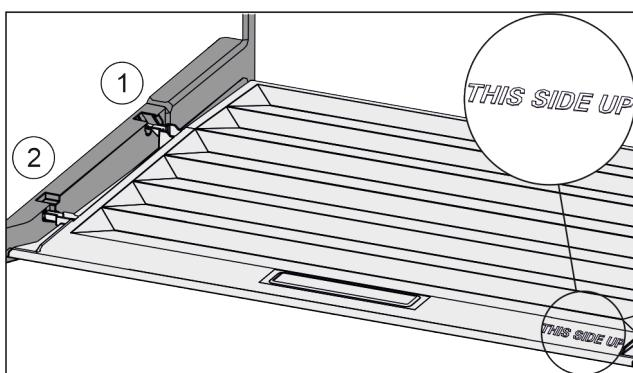

Fig. 55
- Výstupky veka zavedte cez otvor zadného držiaka Fig. 55 (1) a zaistite vpredu v držiaku Fig. 55 (2).